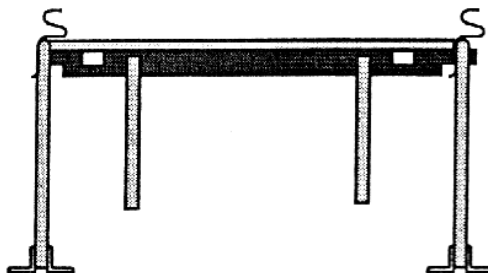

Fig. 3 – Dispunerea laminatelor în formă de „S”
- *direcția laminatelor în formă de „S”*: este necesar ca toate laminatele „S” să aibă aceeași direcție în secțiunea HAMBRO a plăcii de beton. După cum se poate observa și din fig. 3, pliurile „S” permit introducerea/scoaterea cofrajelor din lemn: